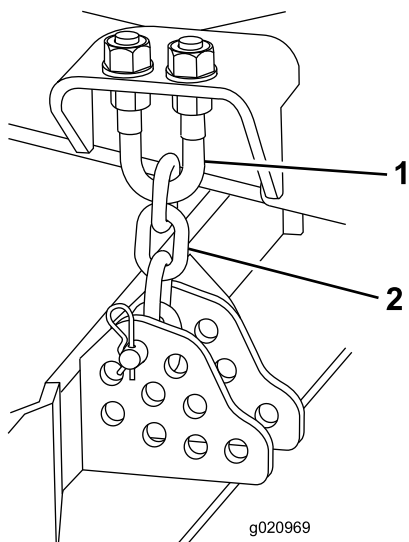

Figura 101
4. Togliete la coppiglia e il perno con testa che fissano le catene dell'altezza di taglio sul retro del piatto di taglio (Figura 101).